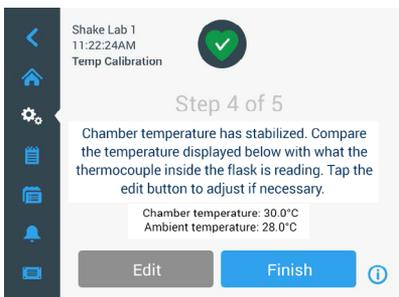

图 111: 校准: 腔室成功稳定至校准温度
稳定状态由消息**腔内温度已稳定**指示，如下面的图 111 所示。
- » 在显示图 111 所示的屏幕时，请定期比较热电偶的温度读数。如果您认为温度稳定，则可以点按**编辑**按钮进行更正，或点按**完成**按钮完成校准过程。